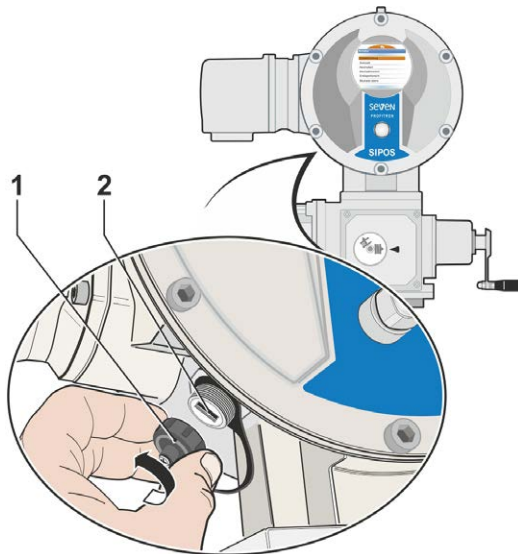

图1：USB接口
1. 松开USB接口的防护罩（如图1中1所示）（防护罩内有一个橡胶密封垫片）。
连接到控制单元左下方的USB接口上（如图1中2所示）。